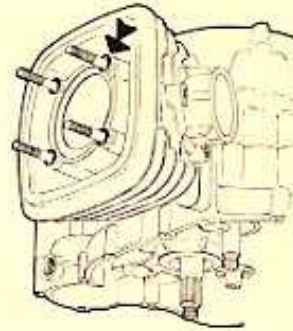

FIG. 15 Rimozione anelli OR
- 17) Svitare i dadi di fissaggio della testa, sfilare la testa, la guarnizione testa, gli anelli di tenuta infilati nei prigionieri (fig. 15), il cilindro, la guarnizione base cilindro e l'anello OR del foro passaggio liquido.